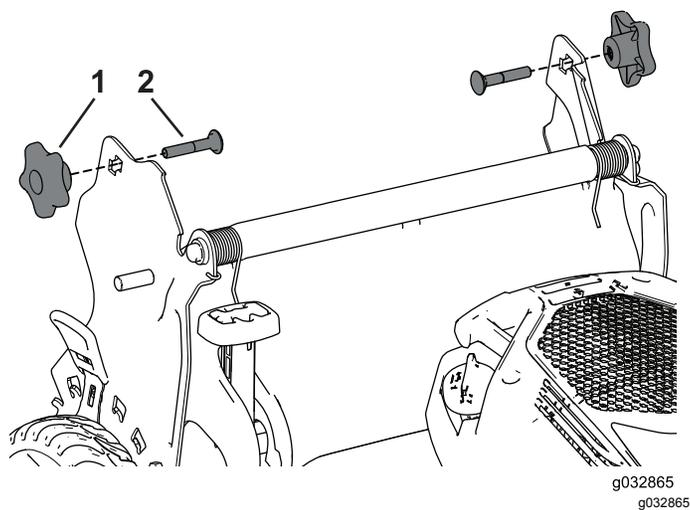

Рисунок 31
3. Вставьте каретный болт (так, чтобы головка болта была направлена внутрь) сквозь кронштейн рукоятки и в верхнее отверстие торцевой части рукоятки. Убедитесь, что квадратная кромка каждого каретного болта вошла в верхнее или нижнее квадратное отверстие соответствующего кронштейна рукоятки (Рисунок 31).